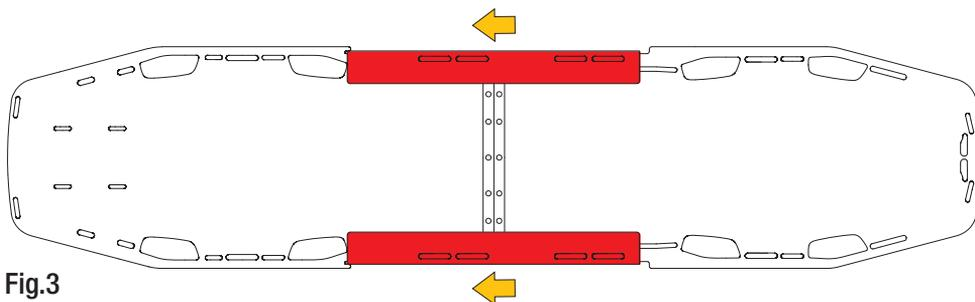

Fig.3
b) far scorrere i longheroni di irrigidimento fino a bloccarli in corrispondenza delle fessure laterali della tavola spinale (fig. 3),